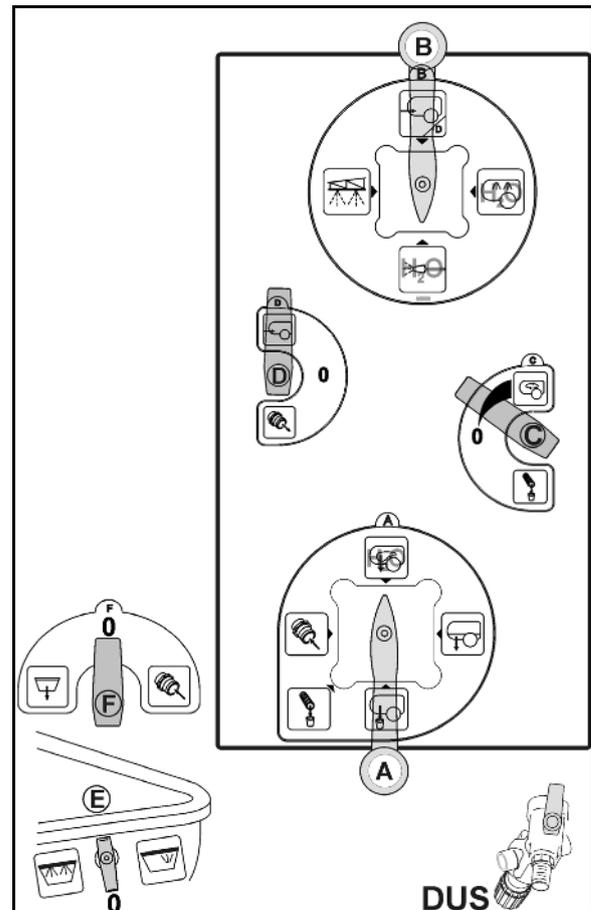

Fig. 153
2. Druckfilter (Fig. 153/1) entnehmen und mit Wasser reinigen.